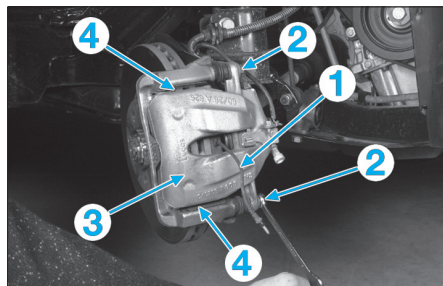

Fig. 1
- Débrancher les fils de témoins d'usure (1) (Fig.1).
- Remplacer les pièces défectueuses. Si livrées, remplacer également les épingles (4) (Fig.1).